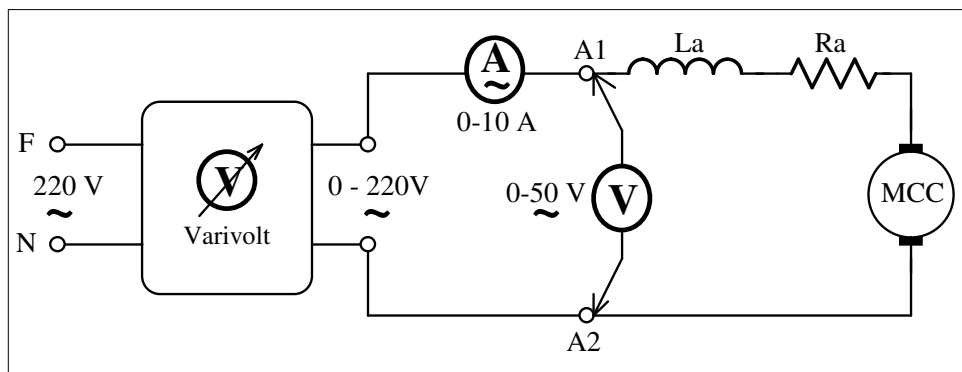

Figura 1 – Circuito para medição da impedância da armadura.
- 2) Ainda sem alimentação no circuito de campo, alimente a armadura com tensão alternada de forma que circule entre 3 e 5 A, conforme mostrado na figura 1. (CASO O VARIVOLT NÃO ESTEJA DISPONÍVEL, UTILIZE UM BANCO DE LÂMPADAS EM SÉRIE COM A REDE).